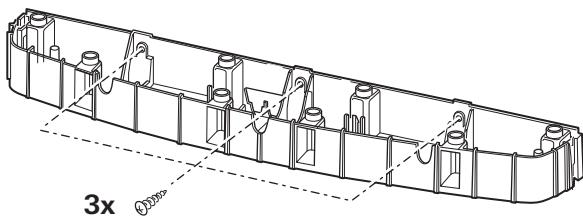

Figura 17
- **S 3004:** Fissare il supporto al telaio di montaggio con 3 viti $3,5 \times 16$ mm (Figura 17).